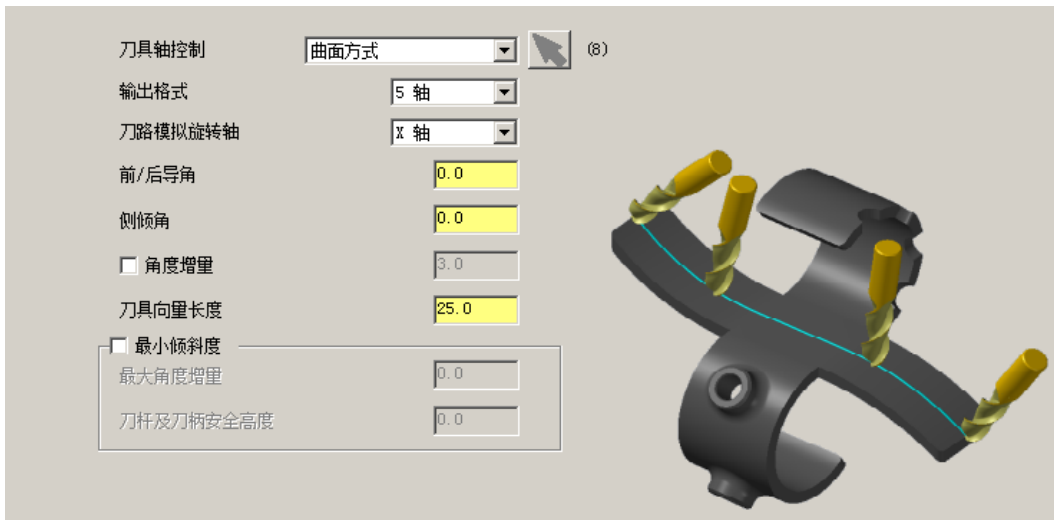

图 7.5.8 设置“刀具轴”参数
Step4. 设置刀具轴控制参数。在“多轴刀路 - 曲面”对话框的左侧列表中单击 **刀具轴控制** 节点，切换到图 7.5.8 所示的刀具轴控制参数设置界面。在 **刀具轴控制** 下拉列表中选择 **曲面方式** 选项，在 **刀具向里长度** 文本框中输入值 25.0。其他参数采用系统默认设置值。